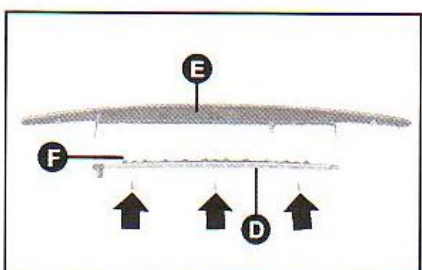

fig. 37
5) Soltar 3 parafusos de fixação da base porta-lâmpadas **D**-fig. 37 ao grupo transparente **E**.